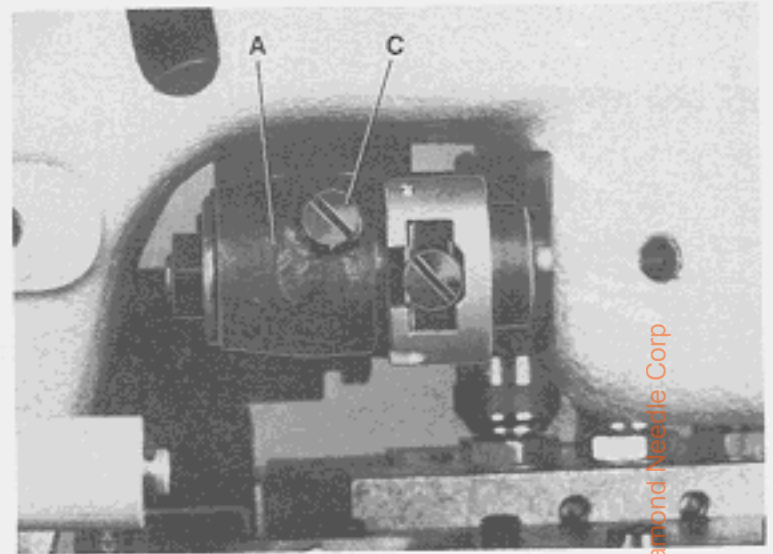

Fig.11
The ball bearing grease for the needle bearings (A, Fig. 11 and B, Fig. 12) of the spreader drive has to be renewed every six months. The front needle bearing can be greased after removing the guard and turning out screw (C, Fig. 11). The two rear needle bearings can be greased after removing retaining ring (D, Fig. 12) loosening screw (E) and pressing out link stud (F). Reassemble all parts carefully.
Das Wälzlagerfett der Nadellager (A, Fig. 11 und B, Fig. 12) für den Legerantrieb muß alle 6 Monate erneuert werden. Das vordere Nadellager kann nach Entfernen des Schutzbleches und Herausdrehen der Schraube (C, Fig. 11) gefettet werden. Die beiden hinteren Nadellager können nach entfernen der Sicherungsscheibe (D, Fig. 12), lösen der Schraube (E) und herausdrücken des Gelenkbolzens (F) gefettet werden. Montieren Sie alle Teile wieder sorgfältig.